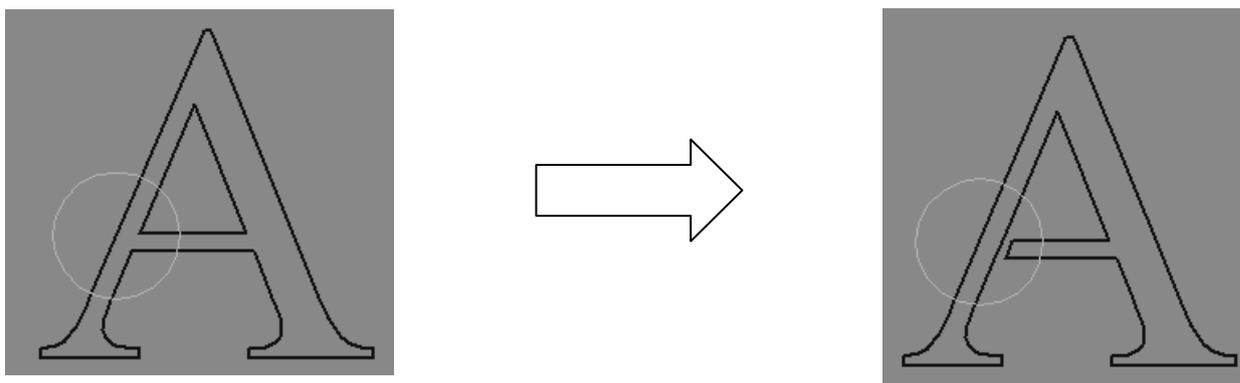

Рис. 14.13. Редактирование букв
2.5. В меню **Редактирование** выберите **Преобразовать в NURBS** и укажите курсором на введенный текст. Полученное изображение нужно отредактировать таким образом, чтобы при вырезании контура тело не состояло из отдельных частей. В данном случае редактирования требуют буквы «А», «а» и «я». Пример редактирования приведен на рис. 14.13.